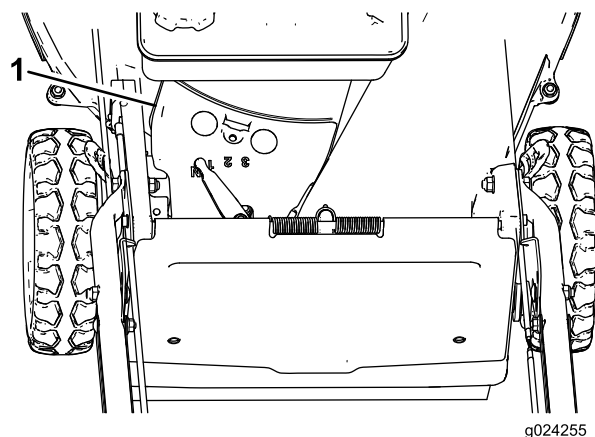

Figure 34
3. Déposez le couvercle de courroie (Figure 34).